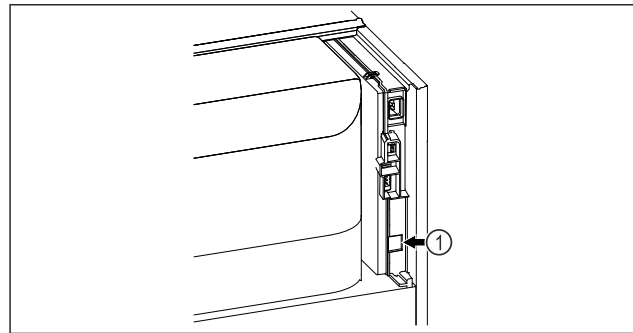

Fig. 139
- SmartModule Fig. 139 (1) is geplaatst.